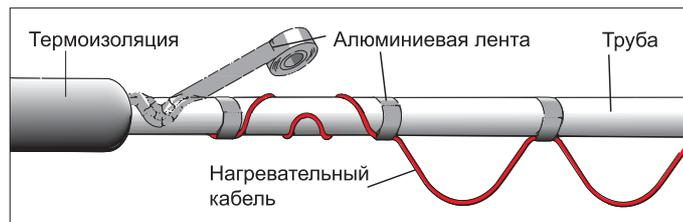

Рис. 3
2. Кабель укладывают на трубе волнистой линией. Рис. 3